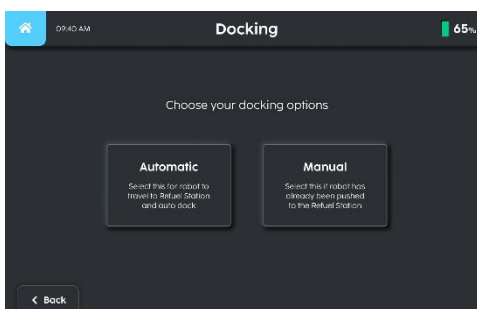

Fig. 2
3. Sélectionnez le moyen d'accueil du robot via le mode automatique ou manuel (Fig 2).